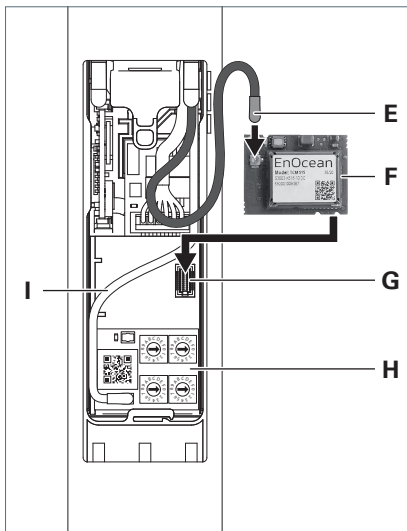

Fig. 3: Funkmodul TALK MODUL EnOcean installieren.
- ▶ Schließen Sie die graue Antennenleitung **E** am Druckknopfanschluss auf der Platine **F** an, siehe Fig. 3.